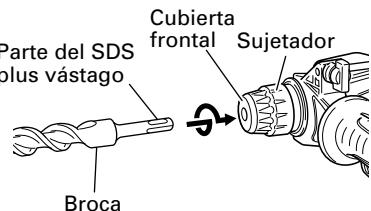

Fig. 2
#### 6. Montaje de la broca (Fig. 2)
- (1) Limpie la parte del vástago de la broca de taladro.
- (2) Inserte la broca de taladro girando en el sujetador de la herramienta hasta que se asegure bien. (Fig. 2)